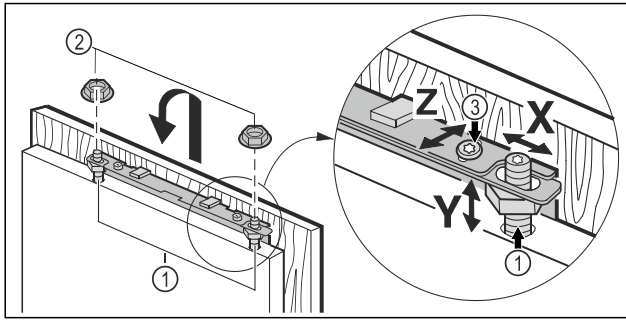

Fig. 46
- ▶ Прилаштуйте меблеві дверцята на регулювальні болти Fig. 46 (1) і вільно закрутіть на регулювальних болтах контргайки Fig. 46 (2).
- ▶ Вирівняйте меблеві дверцята по висоті Y та відрегулюйте боковий нахил: Налаштуйте регулювальні болти Fig. 46 (1) за допомогою викрутки.
- ▶ Затягніть контргайки Fig. 46 (3).